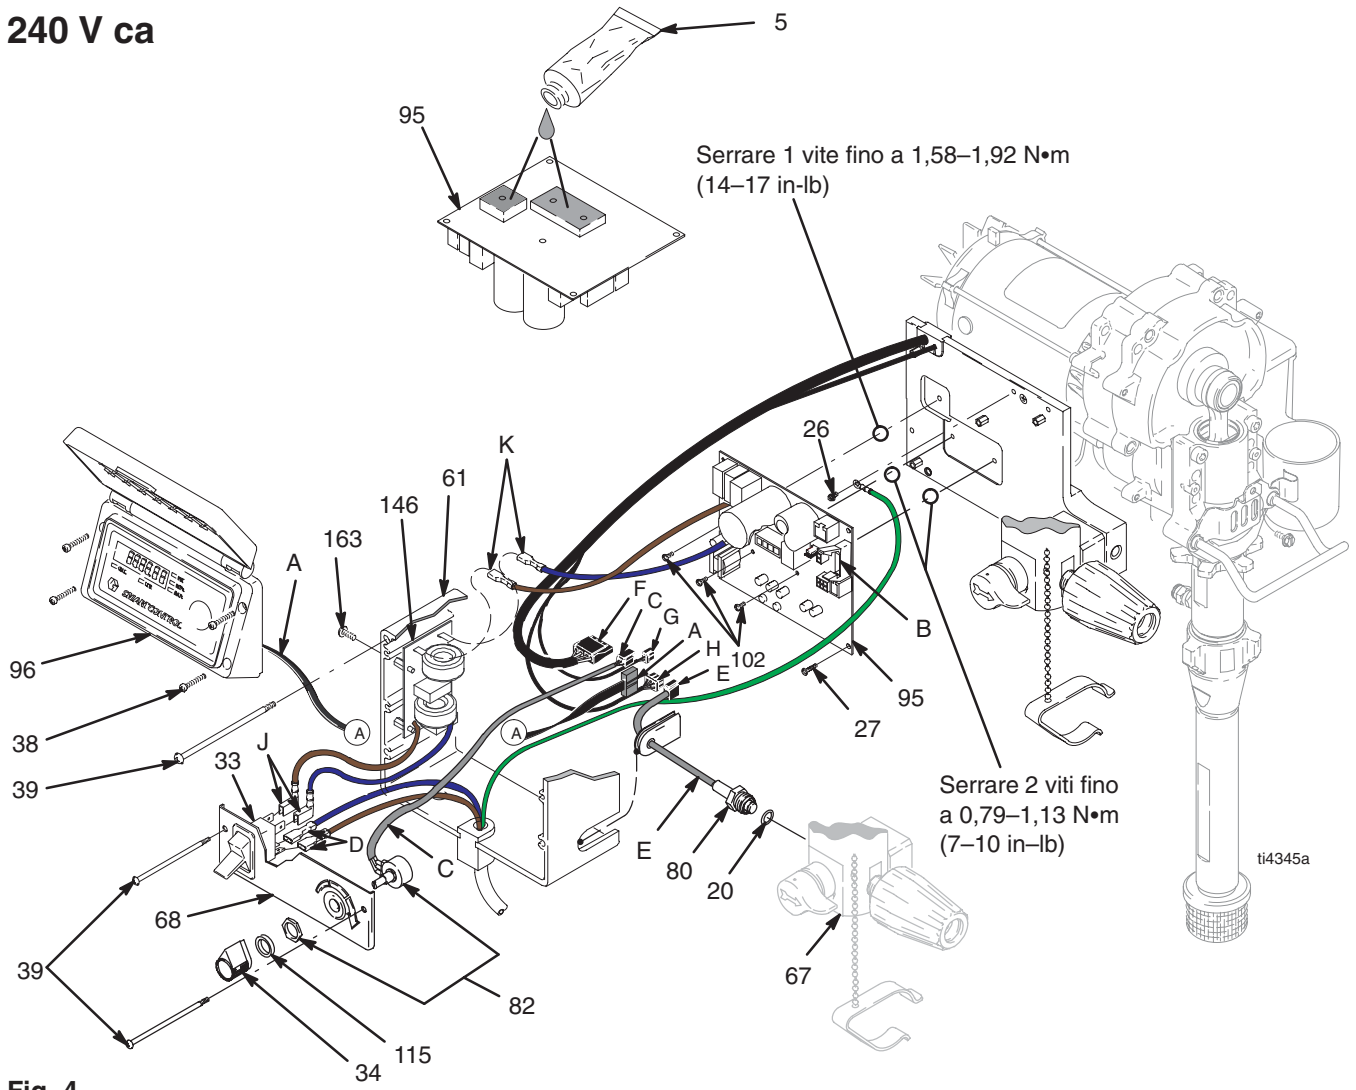

Fig. 4
- Fig. 4. Applicare una piccola quantità di composto termico 110009 (5) alle aree ombreggiate sul retro della scheda di controllo del motore (95).